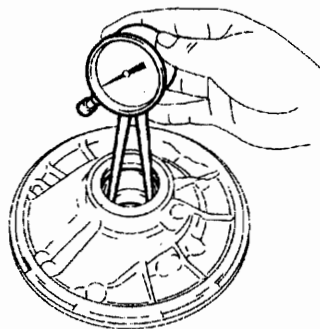

图 12-1-103
(1) 拆下前部机油泵体 O 形圈。
(2) 将机油泵体放置在变矩器离合器上。
(3) 拆下 3 个离合鼓油密封环。
(4) 拆下 14 个螺栓, 然后从机油泵体上拆下定子轴。
(5) 拆下前部机油泵体 O 形圈, 从变矩器离合器上拆下机油泵体。
(6) 检查机油泵体分总成。如图 12-1-103 所示, 用百分表测量机油泵体衬套内径, 最大内径为 38.188mm。若内径大于最大值, 则更换机油泵体。